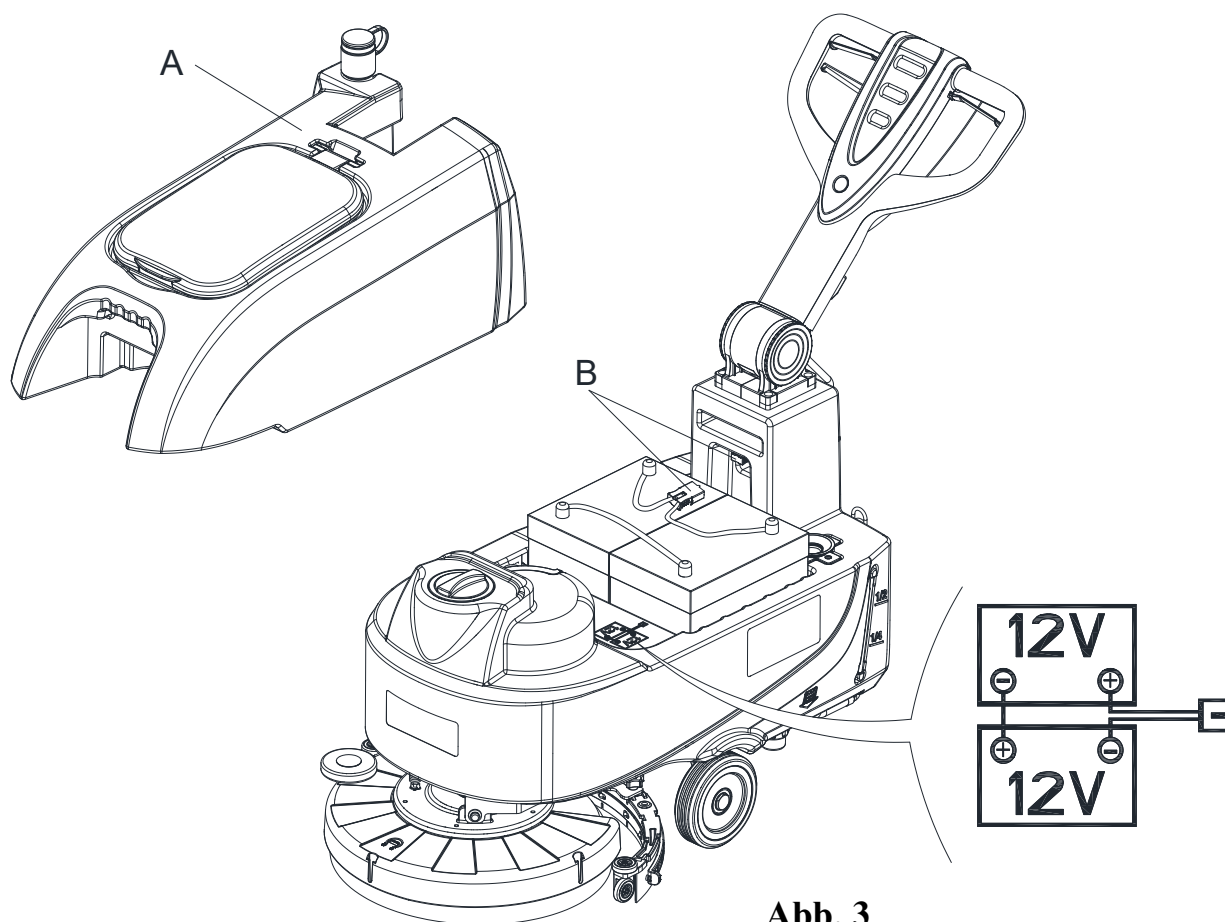

Abb. 3
Für das Gerät sind zwei 12 V Batterien erforderlich, die entsprechend dem Schaltplan (Abbildung 3) anzuschließen sind.
1. Stellen Sie sicher, dass die Akkus über den Steckverbinder (B, Abbildung 3) am Gerät angeschlossen sind.
3. Bewegen Sie den Schmutzwassertank-Einbausatz (A, Abbildung 3) vorsichtig.
5. Verlegen und installieren Sie das Akkukabel (wie in Abbildung 3 gezeigt) und ziehen Sie dann vorsichtig die Mutter auf jeder Akkuklemme an.
6. Versetzen Sie jede Klemme mit einer Schutzkappe und schließen Sie den Akkustecker an (B, Abbildung 3).
7. Den Schmutzwassertank-Einbausatz (A, Abbildung 3) vorsichtig wieder zurückbewegen.